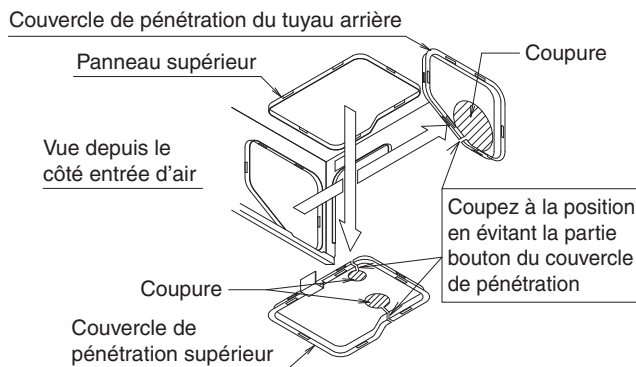
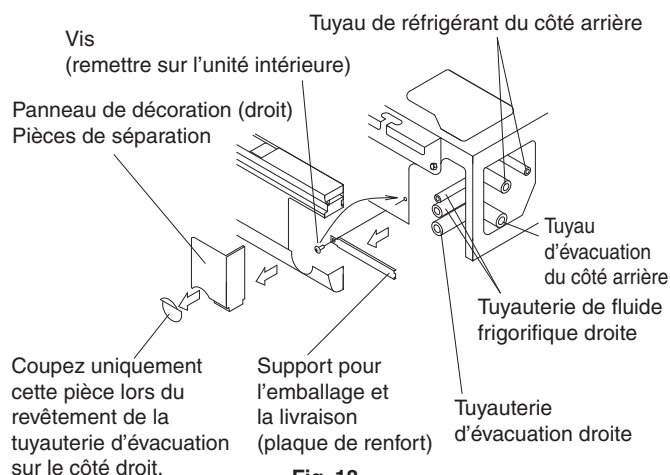
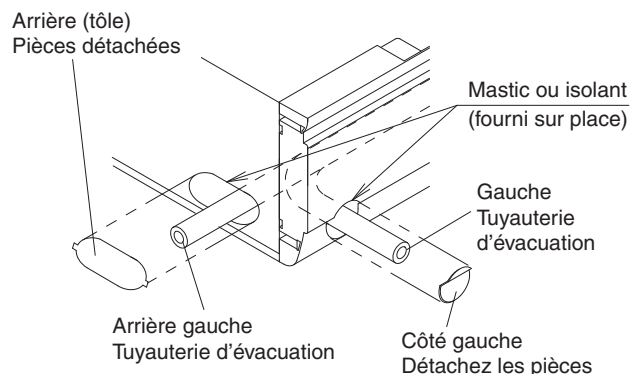

Fig. 16
Fig. 18
Fig. 21
- Retirez le support pour l'emballage et la livraison (plaque de renforcement) avant les travaux de tuyauterie de fluide frigorigère. (Reportez-vous à la Fig. 18)
**(1) Pour la tuyauterie arrière**
- Retirez l'arrière par le couvercle et raccordez la tuyauterie. **(Reportez-vous aux Fig. 16 et 18)**
**(2) Pour la tuyauterie arrière**
- Retirez le couvercle supérieur de pénétration du panneau et utilisez le kit de tuyauterie à raccordement en forme de L (accessoire en option) pour diriger la tuyauterie. **(Reportez-vous aux Fig. 16 et 17)**
**(3) Pour la tuyauterie de surface du côté droit**
- Retirez le support pour l'emballage et la livraison (plaque de renforcement) sur la surface droite et remettez la vis dans la position d'origine de l'unité. **(Reportez-vous à la Fig. 18)**
- Coupez le trou de sortie au niveau du panneau de décoration (droit) et raccordez la tuyauterie. **(Reportez-vous à la Fig. 18)**
- Après l'installation de la tuyauterie, coupez le couvercle de pénétration retiré le long de la forme de la tuyauterie, puis installez. Aussi, pour le couvercle de pénétration du panneau supérieur, étant donné qu'il a été retiré auparavant, passez le moteur des lames d'oscillation et le fil de la thermistance par l'attache du couvercle de pénétration du panneau supérieur et fixez-les. **(Reportez-vous aux Fig. 16 et 19)** Lorsque vous faites cela, bloquez tout écart entre le couvercle de pénétration de la tuyauterie et la tuyauterie à l'aide de mastic afin d'empêcher la poussière d'entrer dans l'unité intérieure.
**(1) Effectuez l'évacuation de la tuyauterie.**
- La tuyauterie d'évacuation peut être raccordée à l'aide des consignes suivantes : Pour le côté arrière droit / côté droit, reportez-vous à la Fig. 18 du "6. TRAVAUX DE TUYAUTERIE DE FLUIDE FRIGORIFIQUE" et pour le côté arrière gauche / côté gauche, reportez-vous à la Fig. 21.